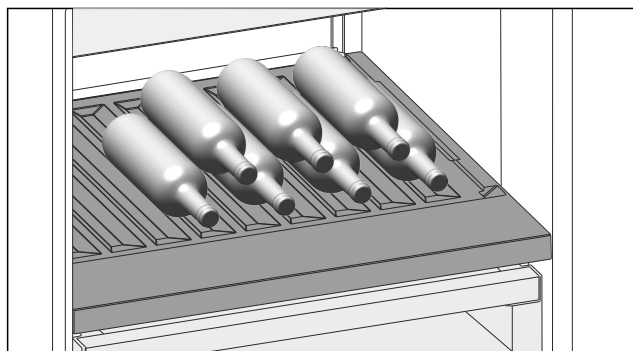

Fig. 222 Immagine a titolo di esempio
- Inserire le bottiglie con il fondo rivolto verso la parte posteriore. (vedere *Fig. 222*)